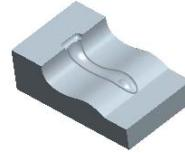

图 6.13 着色后的上半部分体积块
Step6. 系统弹出“属性”对话框，同时模型中的体积块的剩余部分变亮，在该对话框中单击 着色 按钮，着色后的体积块如图 6.13 所示。然后在对话框中输入名称 upper_vol，单击 确定 按钮。